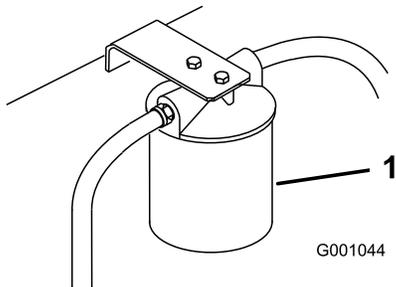

Bild 96
3. Stellen Sie eine Auffangwanne unter den Filter, bauen Sie den alten Filter aus und wischen Sie die Dichtungsfläche des Filterstutzens sauber (Bild 96).